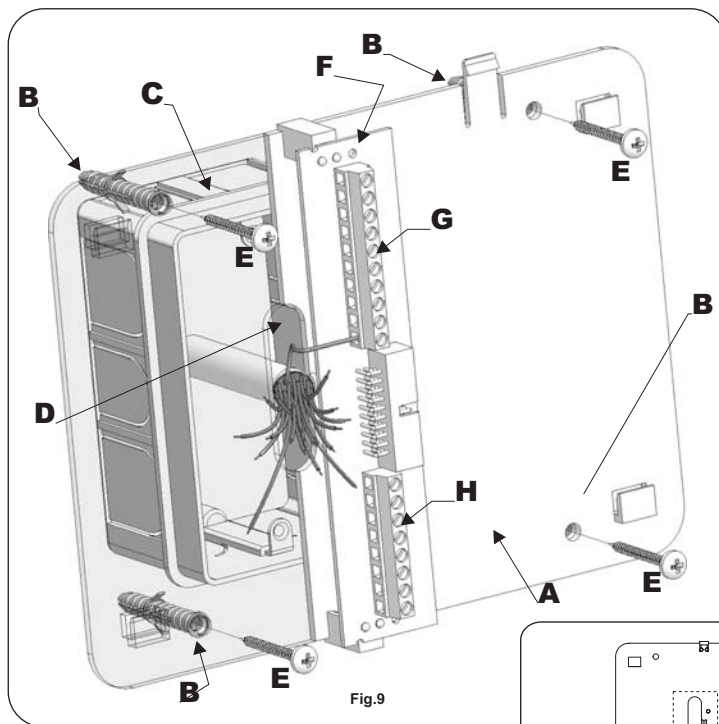
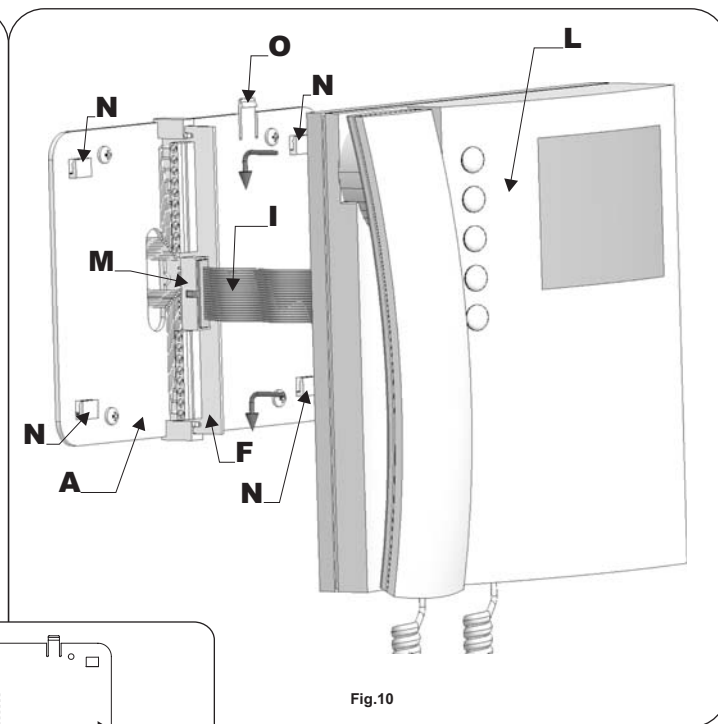

Fig.9
Fig.10
- Appoggiare al muro la piastra di fissaggio **A** come indicato in **fig.11** (135cm da terra); prendere i riferimenti dei quattro fori per l'inserimento dei 4 tasselli ad espansione **B** (**fig.9**) e, nel caso si impieghi, prendere il riferimento per la scatola da incasso **C** (**fig.9**), che dovrà essere murata in posizione centrale rispetto all'apertura **D**, al fine di agevolare il passaggio dei fili come mostrato in **fig.9**.
- Murare (se impiegata) la scatola da incasso⁽¹⁾ **C**, eseguire i 4 fori ed inserire i tasselli ad espansione **B**. Passare i cavi nell'apertura **D** e fissare la piastra **A** con le 4 viti **E** (**fig.9**), utilizzando un cacciavite a croce.
- Appoggiare la scheda di connessione **F** sulla piastra **A** come mostrato in **fig.9**; inserire⁽²⁾ i fili (che devono essere più corti possibile) nelle morsettiere **G** ed **H** e serrare con un cacciavite a taglio.
- Fissati i fili, sfilare la scheda di connessione **F** (**fig.9**), ruotarla di 90° in senso antiorario ed infilarla nella propria sede come mostrato in **fig.10**.
- Avvicinare, come da **fig.10**, il videocitofono **L** alla piastra **A** per agevolare la connessione del flat **I**.
- Come mostrato in **fig.10** inserire il connettore del flat **I**, che fuoriesce dalla parte posteriore del videocitofono, nel connettore **M** della scheda di connessione **F**.
- Facendo corrispondere le 4 fessure presenti sulla base del videocitofono **L** con i 4 incastrini **N** della piastra **A**, appoggiare il video sulla piastra e spingerlo verso il basso fino allo scatto, compiendo un movimento come mostrato dalle frecce in **fig.10**.
- Place the mounting plate **A** against the wall as shown in **fig.11** (135cm from floor level); and mark the fixing holes for the four wall plugs **B** (**fig.9**) and for the back box **C** if used (**fig.9**) which must be flushed into the wall in line with the opening **D** as shown in **fig.9**.
- Once the back box⁽¹⁾ **C** is flushed into the wall (if used), drill the four fixing holes and insert the wall plugs **B**. Thread the cables through the opening **D** and fix the mounting plate **A** to the wall with the 4 screws **E** (**fig.9**), using a Philips screwdriver.
- Fit the PCB **F** against the mounting plate **A** as shown in **fig.9**; insert the wires⁽²⁾ (As short as possible) into terminals **G-H**. Secure them using a terminal screwdriver.
- Unclip the PCB **F** (**fig.9**), rotate it 90° anticlockwise and fit it into its housing as shown in **fig.10**.
- As shown in **fig.10**, move the videophone **L** close to the mounting plate **A** so that the ribbon cable will reach the connector **I**.
- As shown in **fig.10**, connect the female plug on the ribbon cable **I** coming from the videophone to the male plug connector **M** on the PCB **F**.
- Place the videophone **L** against the 4 hooks **N** on the mounting plate **A** and push down: the videophone will automatically lock into place using clasp **O** as shown in **fig.10**.